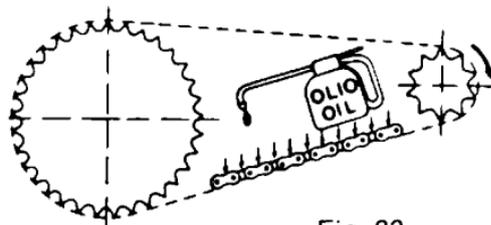

Fig. 22
**Oliare frequentemente la catena** con olio (Fig. 22)